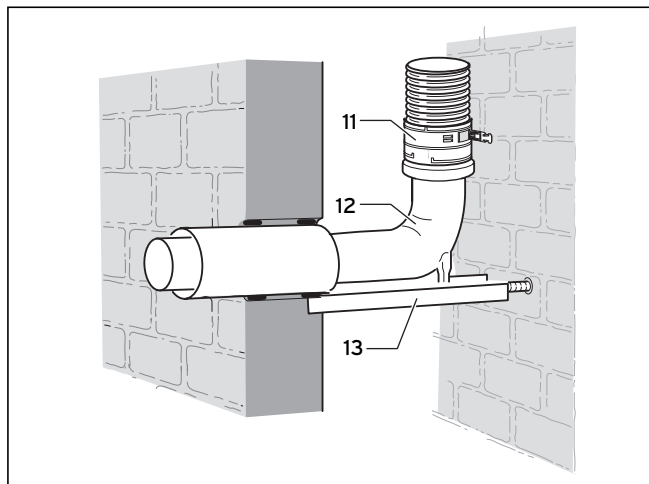

Fig. 6.27 Racord concentric al conductei flexibile pentru gaze arse
- Montați racordul concentric pentru cămin, precum se arată în Fig. 6.27.